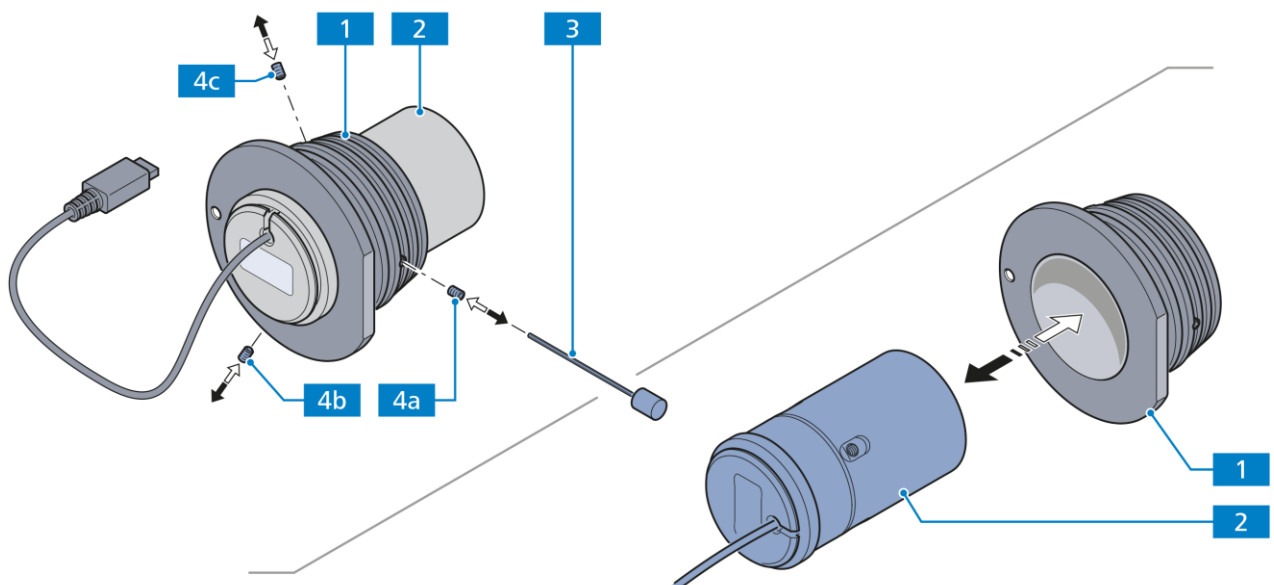

Abb. 3-24 LED-Leuchte im Adapter austauschen
- Die drei seitlichen Schrauben (Abb. 3-24/4a, 4b, 4c) mit Innensechskantschlüssel (SW 2,5) (Abb. 3-24/3) lösen und alte LED-Leuchte (Abb. 3-24/2) aus dem Adapter (Abb. 3-24/1) entfernen.